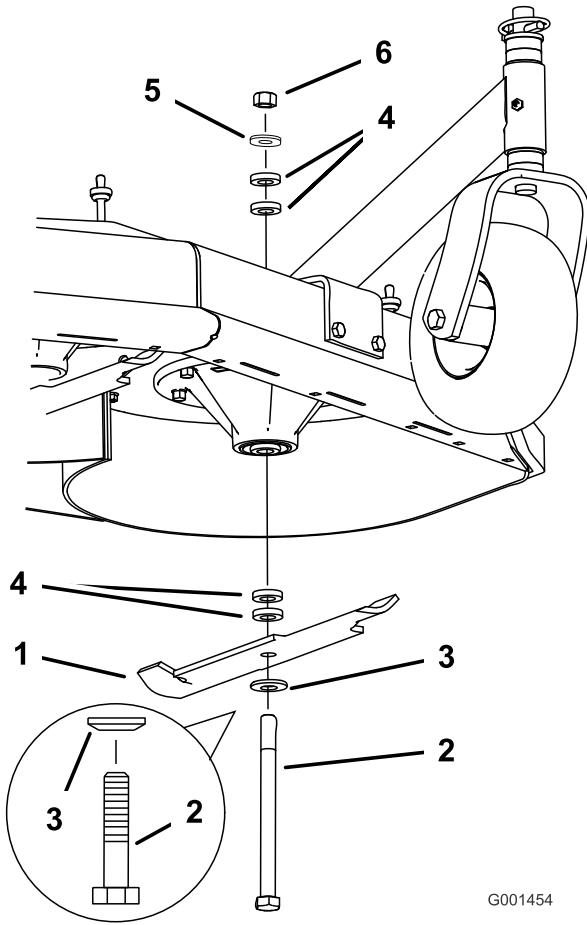

Figure 67
- Enlevez de l'axe, l'écrou, le boulon de lame, la rondelle bombée, la lame, les entretoises et la rondelle mince (Figure 67).
- Placez la rondelle bombée puis la lame sur le boulon. Choisissez le nombre correct d'entretoise(s) pour la hauteur de coupe, et insérez le boulon dans l'axe (Figure 67).